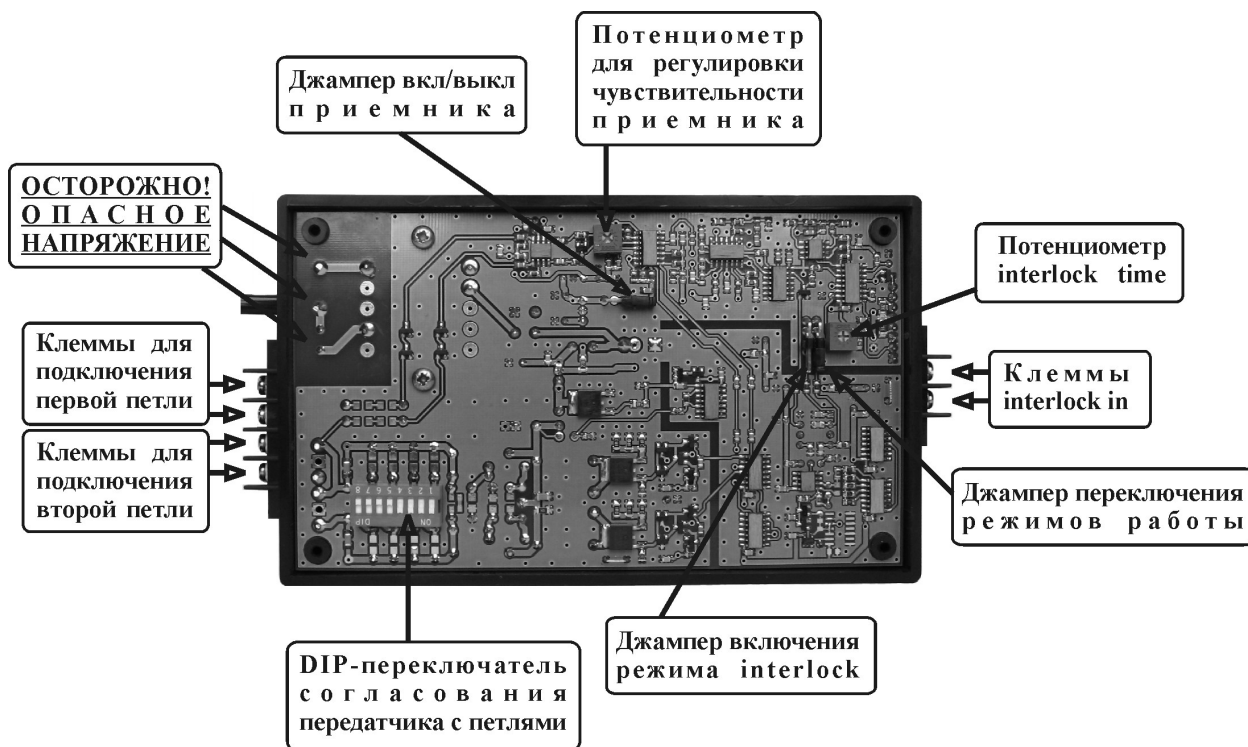

Рис. 1.
На рис. 1 изображен блок деактивации со снятой нижней крышкой.
- подключить все используемые петли деактивации в соответствии с рис.1 (при использовании двух петель деактивации нужно
- установить нужный режим работы. Если джампер переключения режима работы (см. рис.1) установлен – выбран второй режим работы, если джампер снят – первый режим. Если выбран первый режим работы и подача звукового сигнала не нужна, то сняв соответствующий джампер (см. рис.1), можно отключить приемник.
- если Вы хотите использовать режим interlock, то требуется установить джампер, находящийся под нижней крышкой блока деактивации. См. рис. 1.